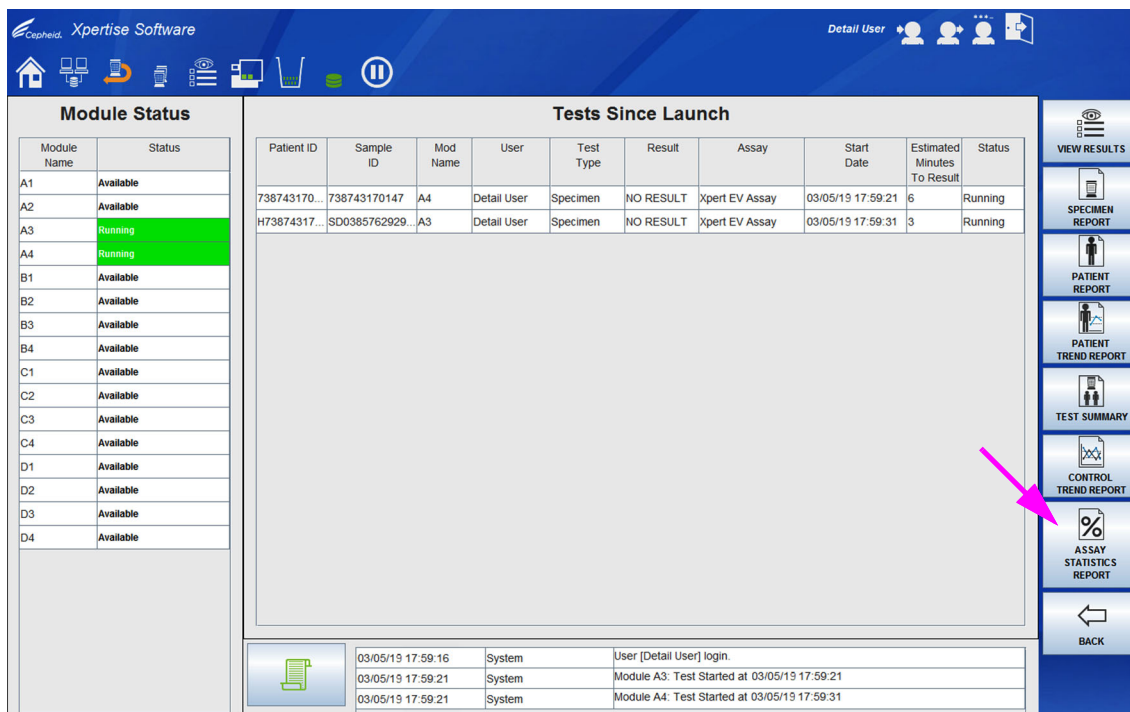
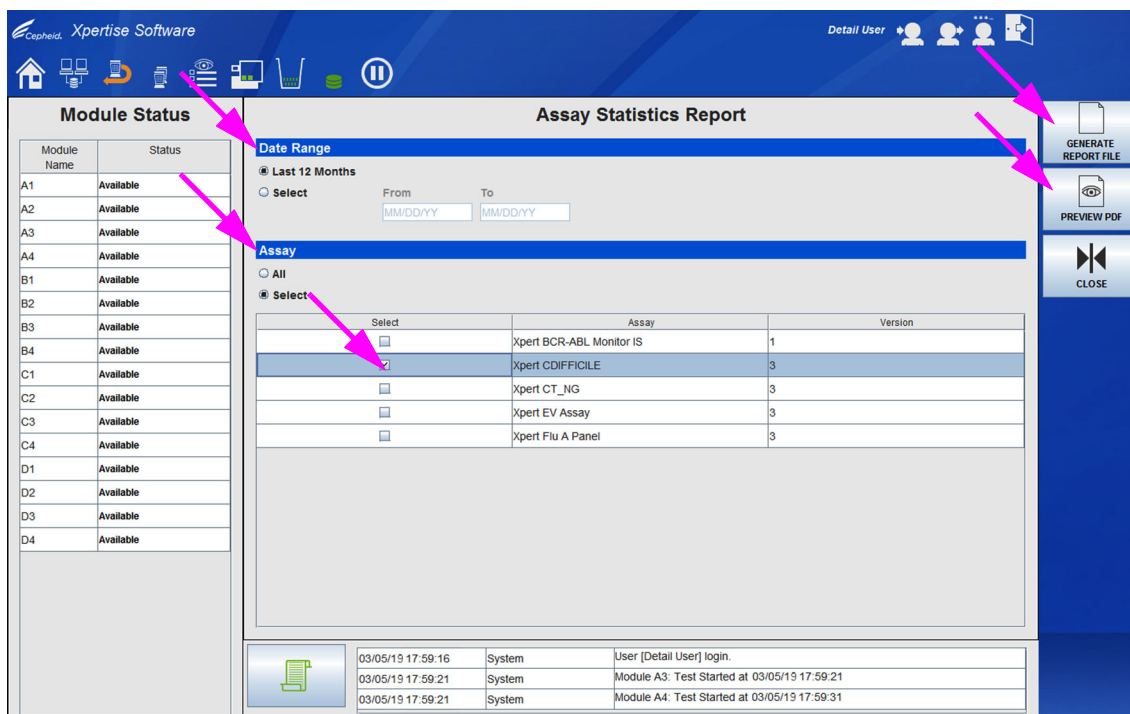
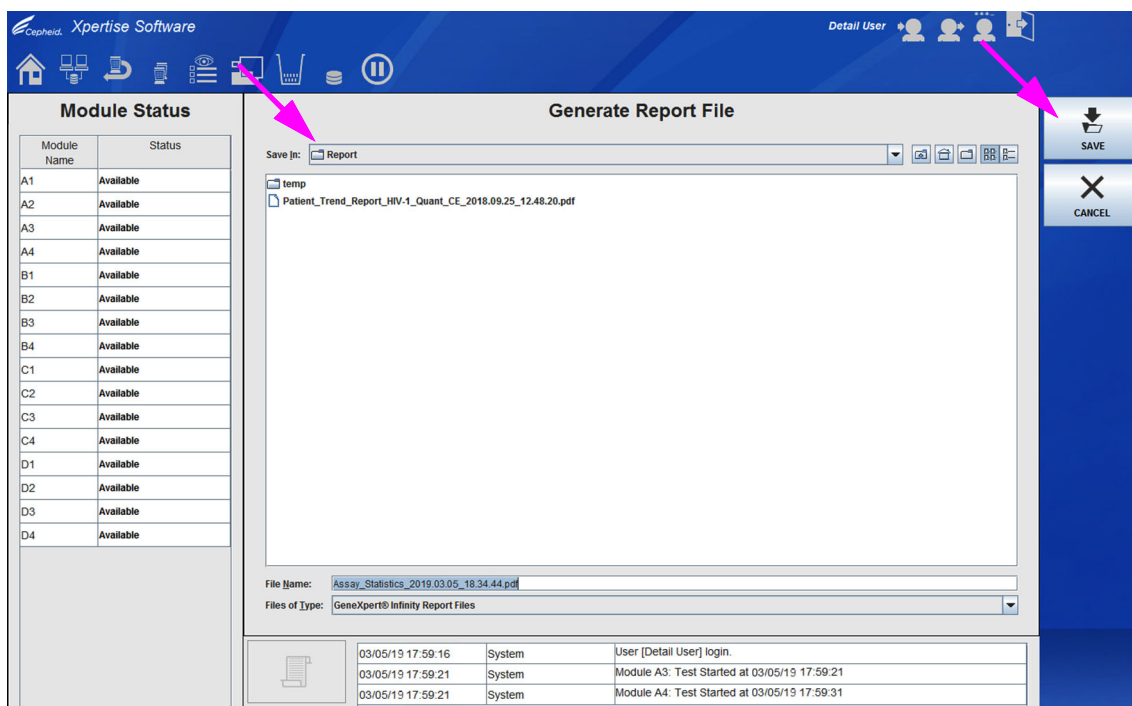

図 10-87. Xpert Software ホームページ、結果メニューを表示
図 10-88. アッセイ統計レポートワークスペース
図 10-89. レポートファイルの作成ワークスペース
1. Xpertise Software ホームワークスペースで、**結果 (RESULTS)** ボタンを選択します (図 10-60 を参照)。結果 (Results) メニューが表示されます。図 10-87 を参照。
2. 結果 (Results) メニューで、**アッセイ統計レポート (ASSAY STATISTICS REPORT)** ボタンを選択します (図 10-87 を参照)。アッセイ統計レポート (Assay Statistics Report) ワークスペースが表示されます。図 10-88 を参照。
このオプションを選ぶと、アッセイ表の**選択 (Select)** 列のチェックボックスは、リストされているアッセイに対して有効になります。図 10-88 を参照。
- **レポートファイルの作成 (GENERATE REPORT FILE)** – PDF ファイルを作成し、指定の場所にそれを保存します。アッセイ統計レポート (Assay Statistics Report) ワークスペースで (図 10-88 を参照)、**レポートファイルの作成 (GENERATE REPORT FILE)** ボタンを選択して、レポートの PDF ファイルを作成します。「レポートファイルの作成 (Generate Report File)」ダイアログボックスが表示され (図 10-89 を参照)、ファイルを指定の場所に保存できます。指定の場所に移動したら、**保存 (SAVE)** ボタンを選択します。アッセイ統計レポートを表示するには、レポートを保存した場所に移動し、レポートを開いて印刷します。